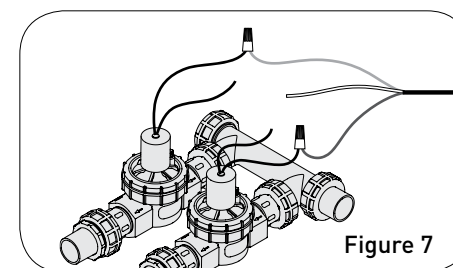

Figure 7
- Insérez un fil de la vanne et un fil coloré de la minuterie dans le connecteur de fils et tordez-les pour les bloquer dans le connecteur. Un fil devrait être utilisé pour chaque zone et un fil supplémentaire devrait être utilisé pour le neutre (pour faciliter l'identification, utilisez le fil blanc en tant que fil neutre). **Remarque :** Le fil devrait se maintenir fermement lorsqu'il est légèrement tiré. S'il bouge librement, enlevez-le et répétez l'étape 5 (figure 7).